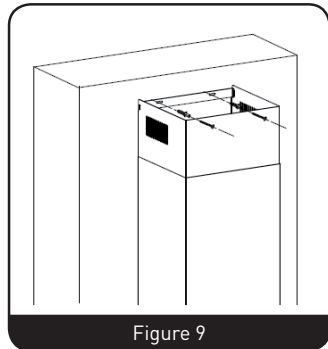

Figure 9
6. Tirez la cheminée supérieure vers le haut pour modifier sa hauteur. Réglez-la à la hauteur requise. Marquez l'emplacement des deux trous de fixation du support de cheminée supérieur, percez-les et fixez le support avec 2 chevilles murales et 2 vis ST4x30 mm. (Figure 9)